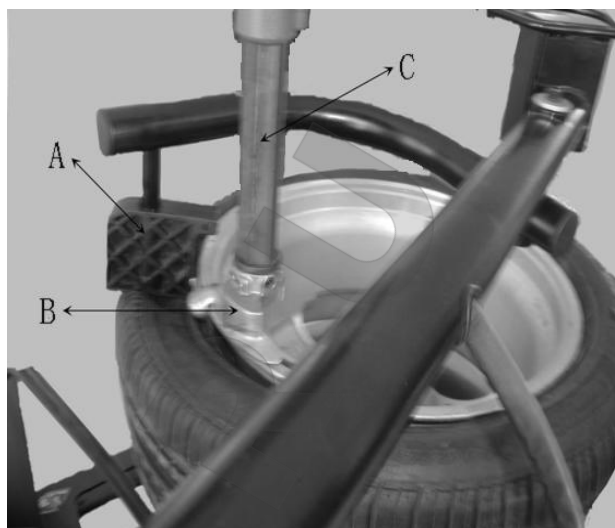

Рис. 7-12
**7.2.3** С помощью пресса (Рис.7-12 А) прижмите отрезок шины отрезком диска, снятого с отверстия, и с помощью щетки распределите смазку по краю. Переведите инструментальную головку для демонтажа (Рис.7-12 В) в положение демонтажа. Поместите пресс рядом с инструментом для демонтажа, чтобы вставить край и вставьте рычаг под инструментом для демонтажа между диском и краем (Рис.7-13), поднимите пресс и переместите его в положение напротив инструмента для демонтажа, вставьте край в паз шины и поверните рычаг, чтобы поднять край на инструмент для демонтажа (Рис.7-14). Поверните поворотный стелд, чтобы отсоединить верхний край.